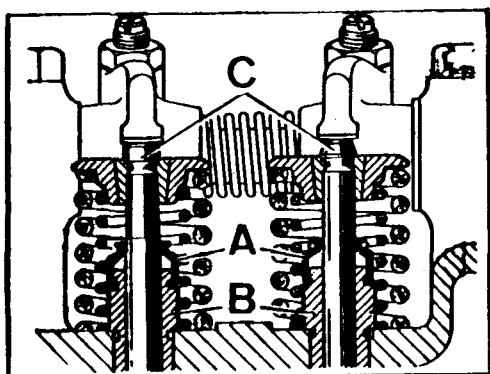
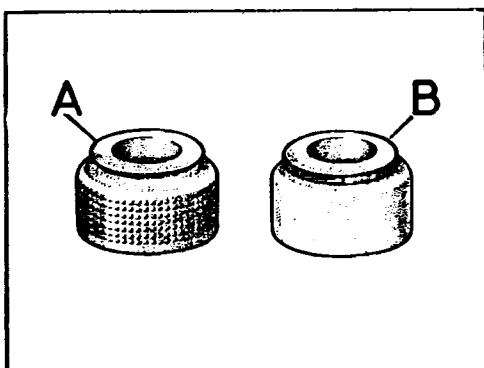

Fig. A1-70 Desmontaje de los retenes - de aceite
Fig. A1-76 Montaje de retenes de aceite de las guías de válvulas
2.2. Extraer los retenes de aceite, A (Fig. A1-70).
- 3.1. Instalar los retenes de aceite de las guías (Fig. A1-70), cargando su interior de grasa silicona y teniendo en cuenta que el retén para las guías de las válvulas de admisión, B (Fig. A1-76) dispone en su canal, de un muelle compresor. El retén para las guías de las válvulas de escape, A, no dispone de muelle compresor y su orificio de ajuste sobre la válvula es de mayor diámetro.